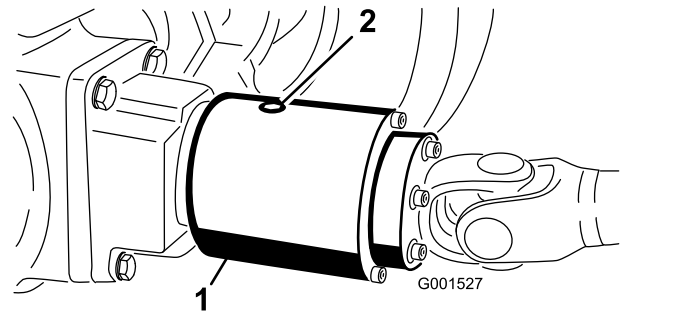

Bild 62
2. Drehen Sie die Kupplung (Bild 62), sodass die Ablassschraube auf 4 Uhr zeigt.